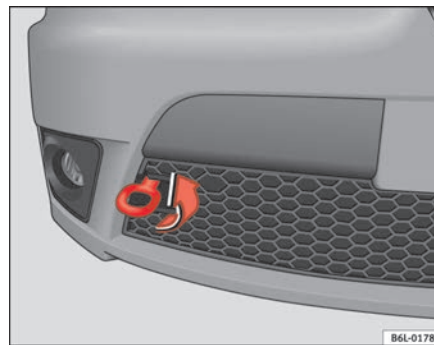

Abb. 174 Abschleppöse vorne
- Schrauben Sie die Abschleppöse aus der Werkzeugbox\* des Fahrzeugs **nach links** vollständig ein ⇒ Abb. 174.